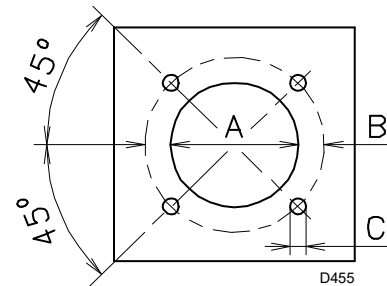

Fig. 15
Găuriți placa de închidere a camerei de ardere ca în Fig. 15 (Tab. K) Poziția găurilor filetate poate fi trasată cu ajutorul scutului termic furnizat cu arzătorul.
- Glisați întregul arzător pe orificiul cazanului pregătit anterior (Fig. 15) și fixați-l cu șuruburile furnizate.